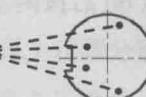

图 1.1.19 进行图案填充
Step4. 对图 1.1.19 所示的图形进行图案填充。
- (1) 将图层切换至“剖面线层”。
- (2) 选择下拉菜单 **绘图①** → **图案填充③** 命令，在命令行中输入字母 T 并按 Enter 键，系统弹出“图案填充和渐变色”对话框。在 **类型④** 下拉列表中选择 **用户定义** 选项，在 **角度⑤**：
下拉列表中选择 45 选项，在间距(C)文本框中输入数值 3，然后单击添加拾取点左侧的 \square 按钮，系统自动切换到绘图区，选取图 1.1.19 所示的封闭区域为要填充的区域，按 Enter 键完成填充。